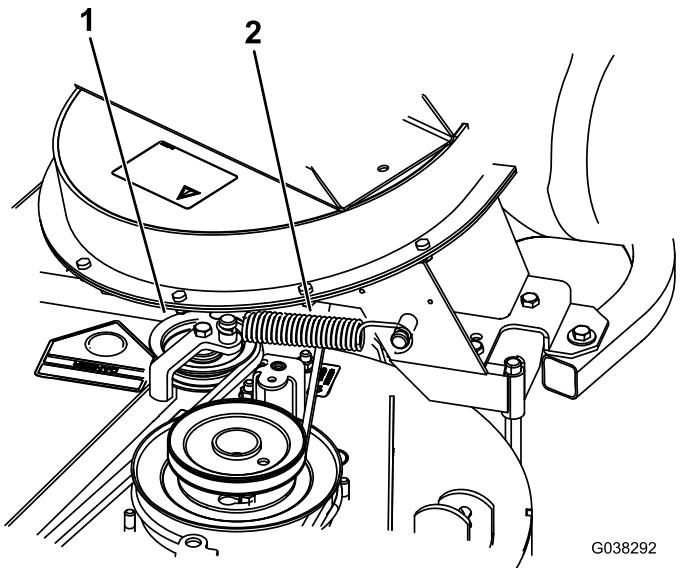

Figure 49
8. Installez le ressort comme montré à la Figure 49.
| 9. Placez la courroie sur la poulie de tension rappelée par ressort (Figure 49). |                        |